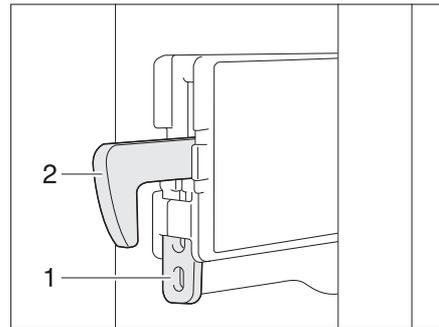

Fig. 231 Fixation crochet de verrouillage
- Pousser la fixation (Fig. 231,1) vers le haut. Le crochet de verrouillage (Fig. 231,2) est pressé vers le haut, il est mis hors fonction.
- Appuyer vers le bas sur le crochet de verrouillage (Fig. 231,2). Le crochet de verrouillage est de nouveau en fonction.